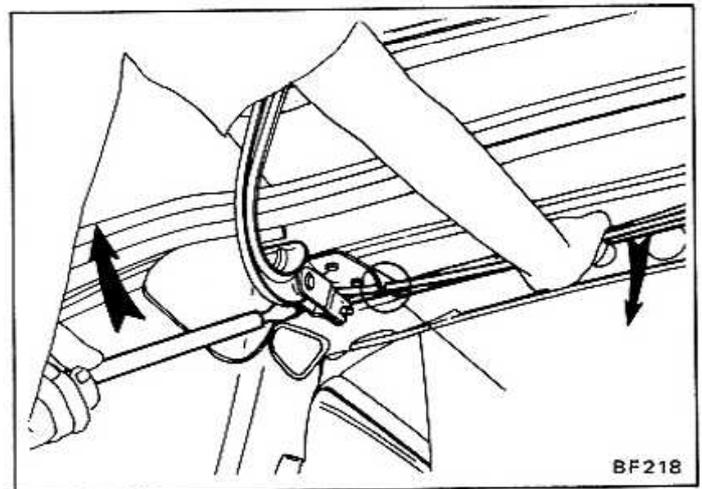

Fig. BF-32 Dépose des barres de torsion
5. En se référant à la figure BF-32, faire levier sur la barre dans la direction de la flèche afin de la dégager de sa fixation sur le crochet en A. Le diamètre de la barre de torsion est de 9 mm (0,3543 pouce).